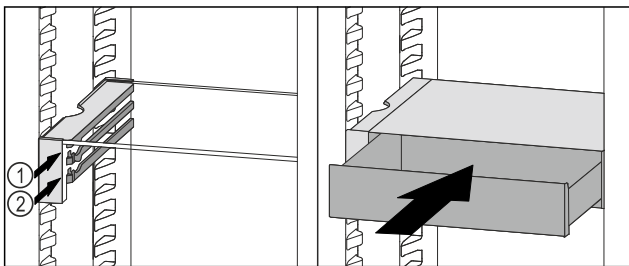

Fig. 203
- Placer le tiroir VarioSafe derrière les butées sur la nervure désirée Fig. 203 (1) ou Fig. 203 (2).